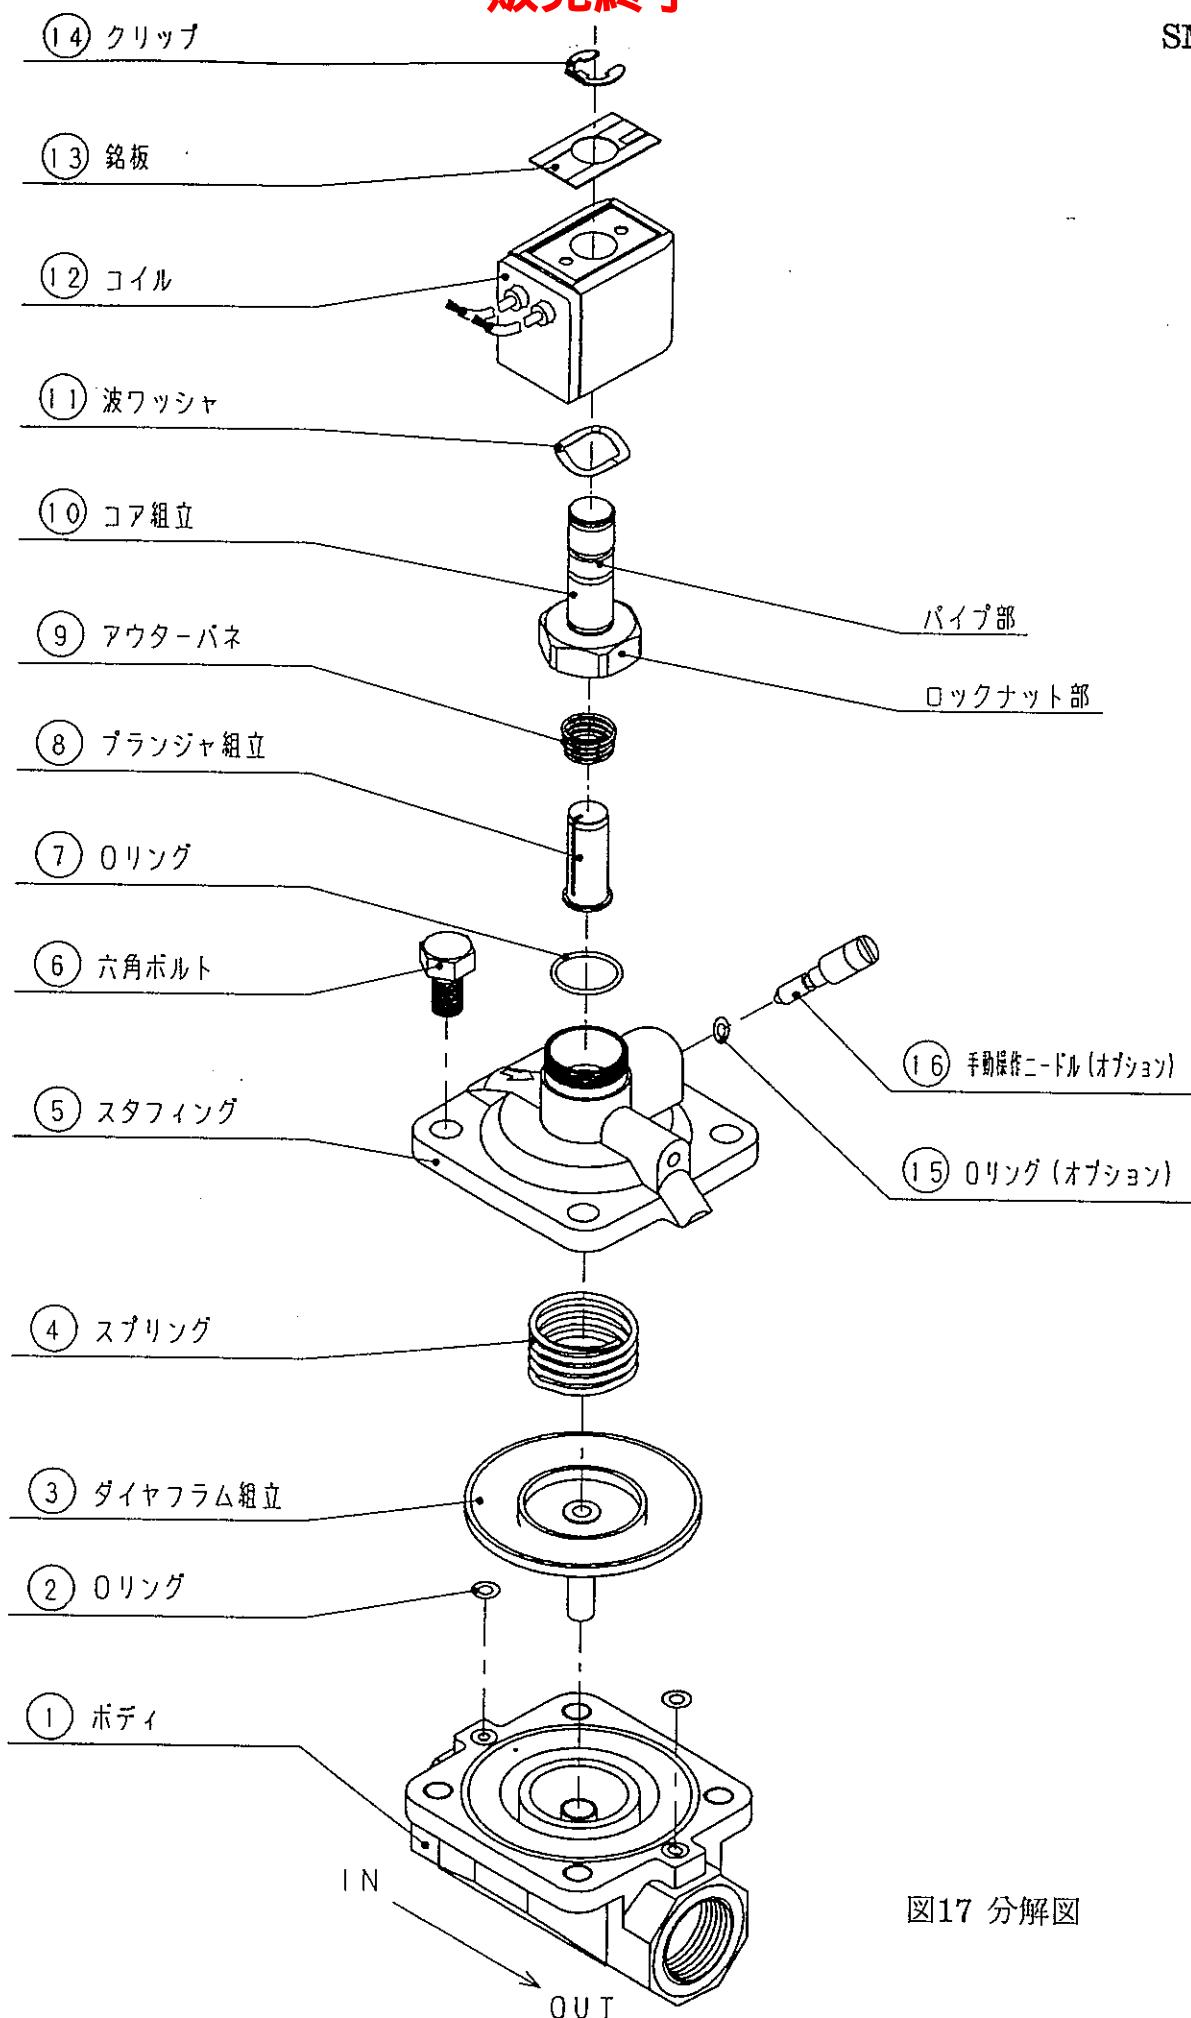

図17 分解図
分解・組立は図17 分解図を参考にして行ってください。
(1) 保守部品として下記のものをキットにして用意していますので、部品に異常が認められた時は、速やかに交換してください。(図17 分解図参照)